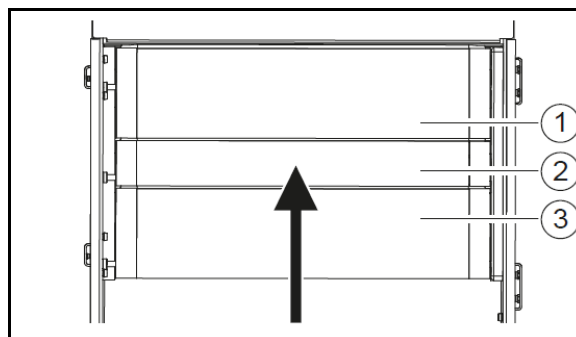

Рис. 190
1. Демонтируйте решетку (Рис. 190/1).